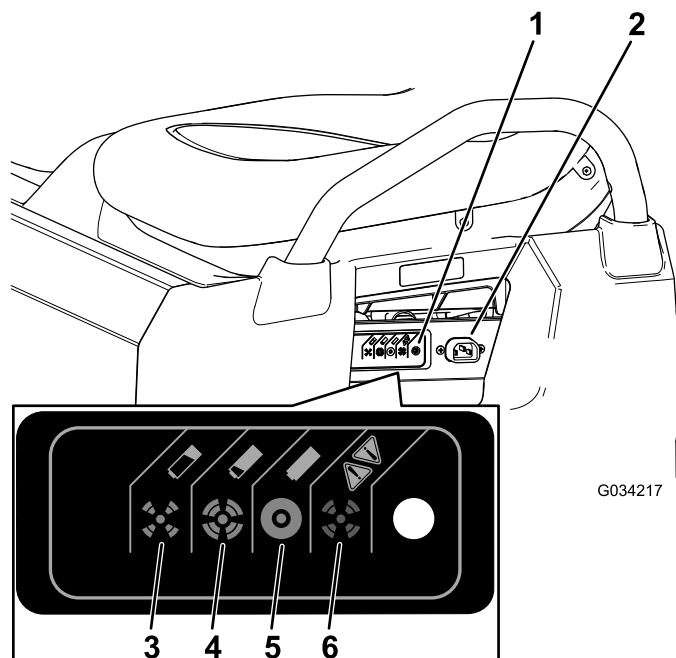

Figure 35
3. Branchez un cordon de chargeur de **calibre 16 (ou de plus gros diamètre), de 2,5 m ou plus court** à la prise de charge de la machine (Figure 35).
Reportez-vous au tableau suivant et à la Figure 35 pour connaître la signification des différentes couleurs du voyant d'état du chargeur.